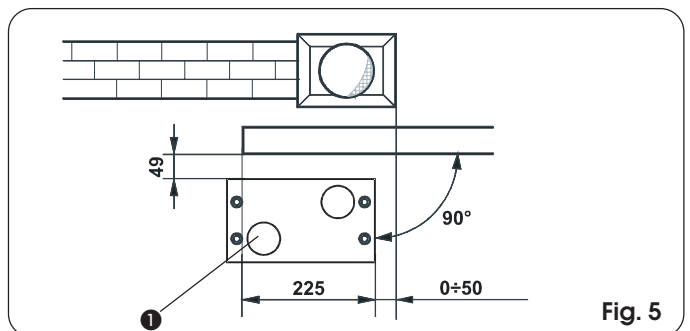
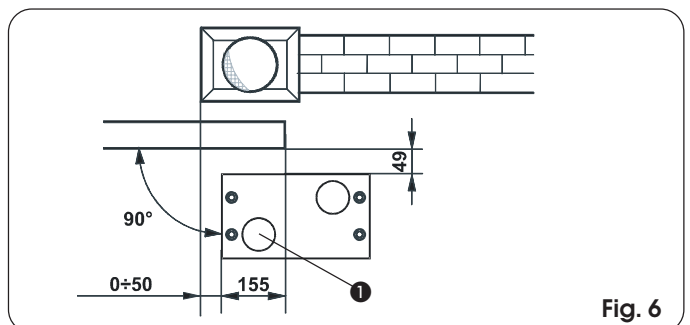

Fig. 5
Fig. 6
- 2) La placa de cimentación debe colocarse como se muestra en la Fig. 5 (cierre derecho) o en la Fig. 6 (cierre izquierdo) para garantizar el correcto engranaje entre el piñón y la cremallera.